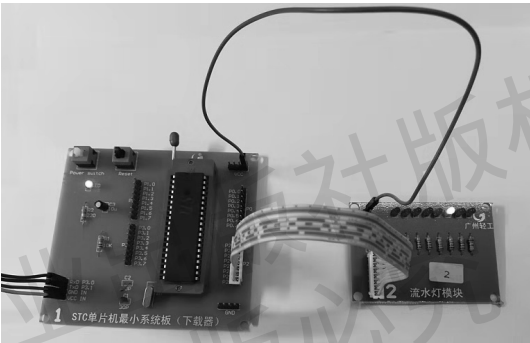

图 1-1-29 开发板上 8 位流水灯效果
(3) 关闭开发板电源，单击“Download/下载”，稍等片刻，按下电源按钮，等待下载完毕，在信息栏中可以看见程序的下载过程。
(4) 下载完成后，即可看见开发板上的 8 个发光二极管依次亮灭，实现了该任务的要求，如图 1-1-29 所示。